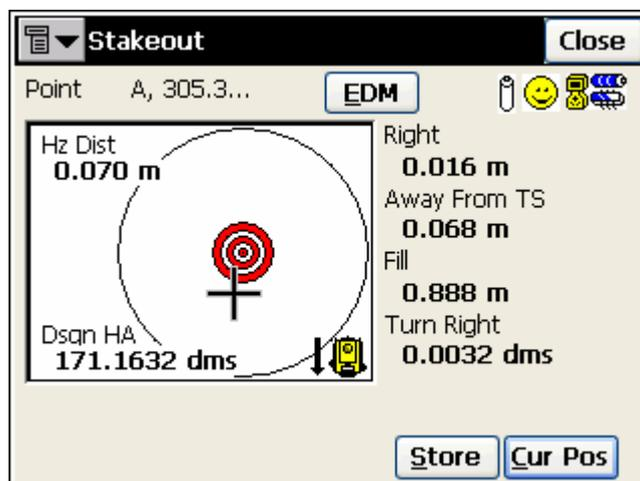

Рисунок 7-12. Вынос точки в направлении - рабочее окно при использовании тахеометра
5. При работе с тахеометром: визируйте на призму. Чтобы узнать, насколько ее положение отличается от проектного, нажмите кнопку **Curr Pos (Текущ Полож)**. Когда это отличие будет достаточно малым, нажмите кнопку **Meas (Изм)**, и тахеометр выполнит измерение, результаты которого будут сохранены (рис. 7-12).